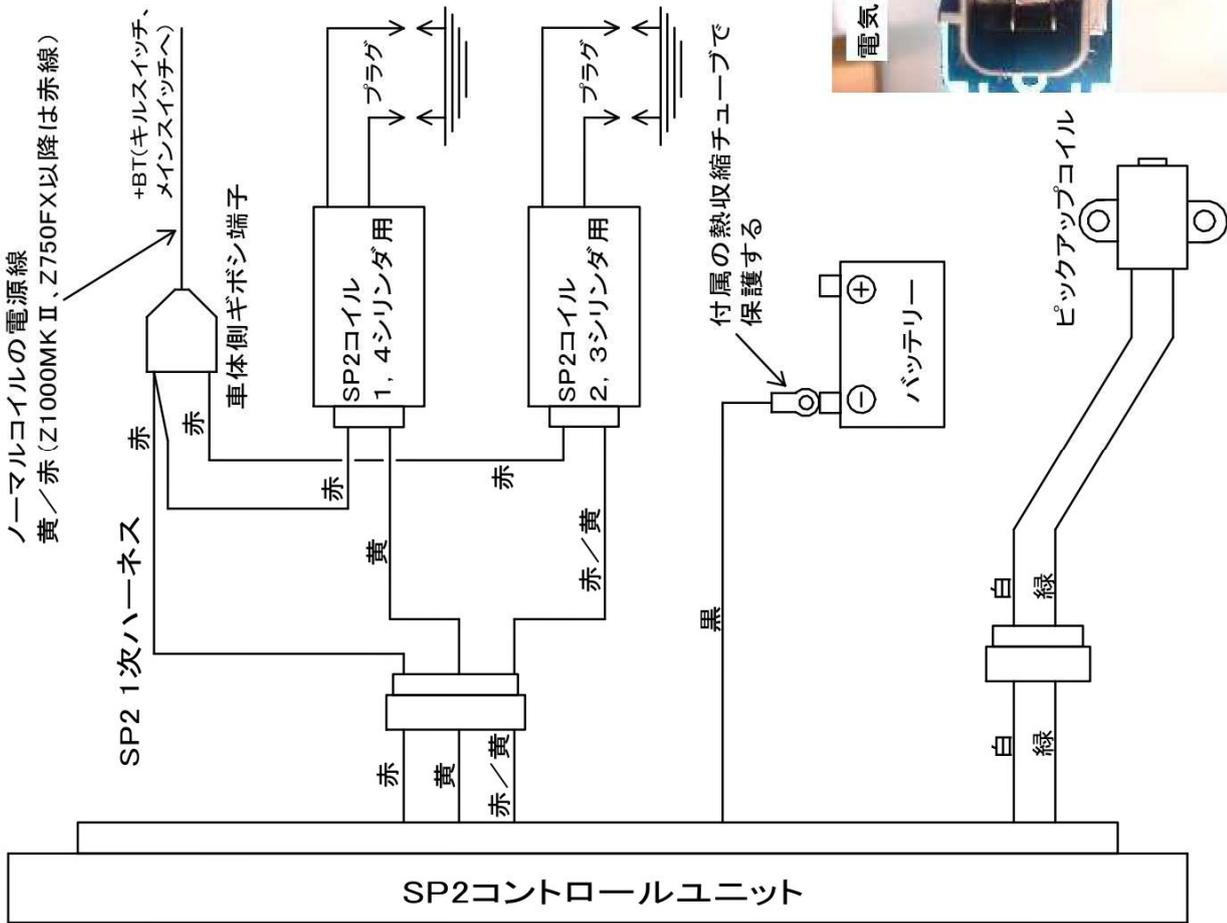

図7、SP2点火システム配線図
- ⑥SP2 コントロールユニットの取付位置を決めてください。スイッチ面に水などが溜まらないように配置して下さい。
- ⑦SP2 コントロールユニット用コネクタの配線を適当な長さでカットし、付属のコネクタを配線図のように取り付けて下さい(図6、10ページ図7)。